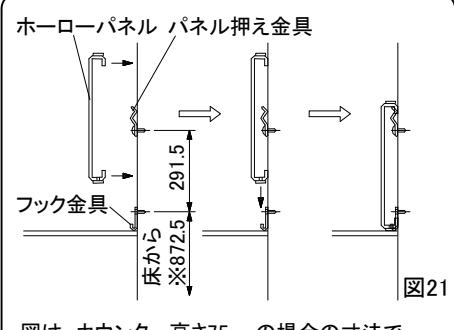

図21
- ④ジョイント用ホーローパネルをフック金具・パネル押さえ金具に差し込んでください。(図21)